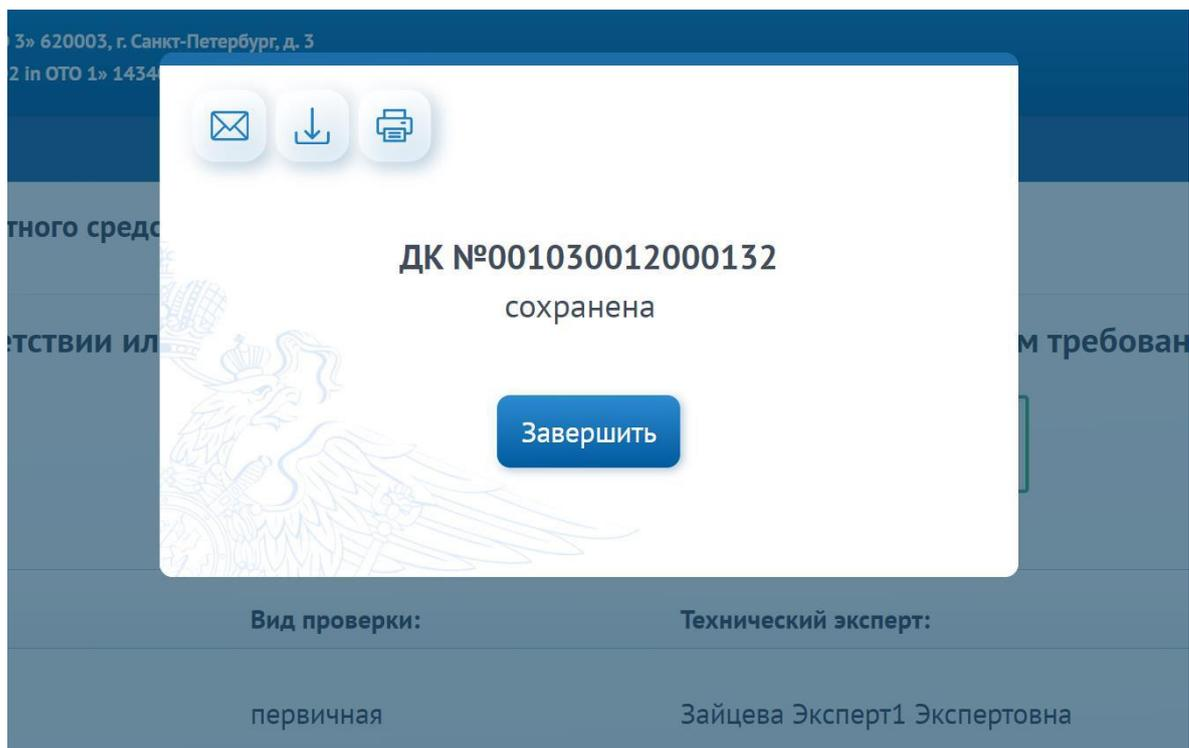

Рисунок 9 – Макет модального окна с сообщением о сохранении ДК
21. В появившемся модальном окне (рис. 9) нажать на необходимую кнопку: «Завершить», «Распечатать ДК», «Отправить ДК на электронный адрес заявителя», «Скачать ДК».